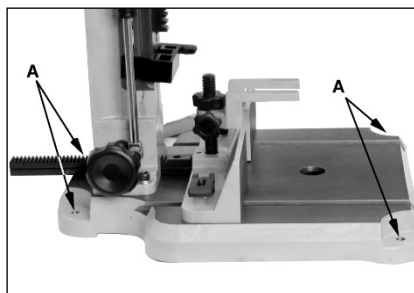

Рис. 3
**Установка станка на верстаке:** Во избежание опрокидывания станка настоятельно рекомендуем прикрутить его к верстаку (Рис. 3).